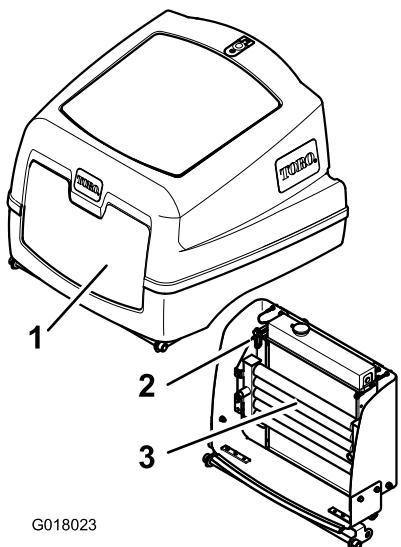

Figura 48
4. Desenganche el cierre y abra la cubierta del motor (Figura 48).